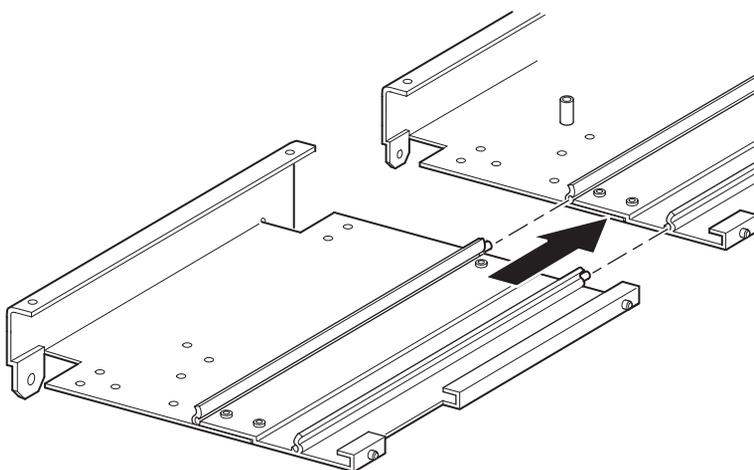

Figure 2-17 : Installation d'une extension 5U ou 10U
9. Installez une extension 5U ou 10U en procédant comme suit (voir la Figure 2-17) :